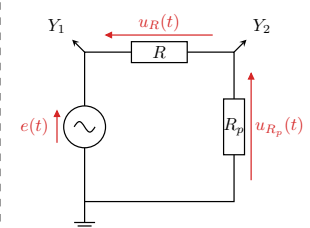

FIGURE TP6.4
- /2 ④ Recopier la Figure TP6.4 sur votre compte-rendu. Quelles tensions mesurerait-on sur les voies 1 et 2 avec les branchements proposés ? Répondre en terme de u_R et u_{R_P} .